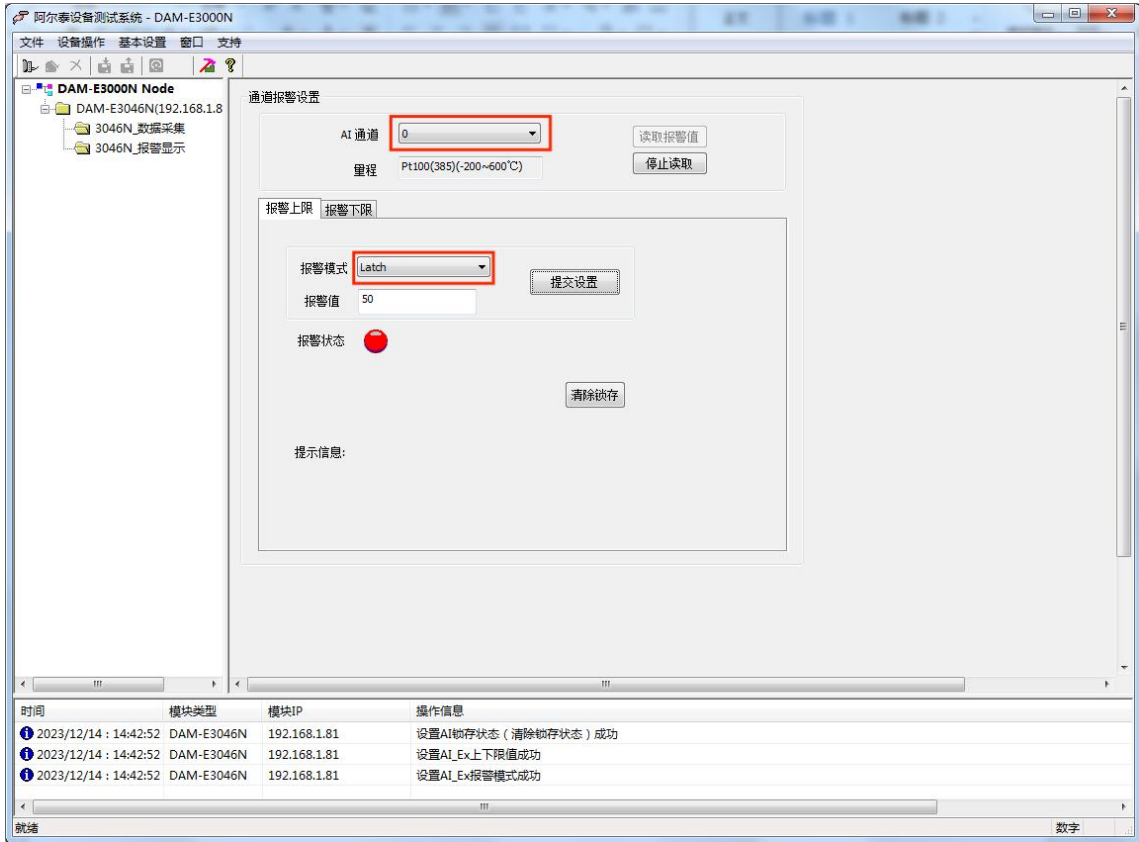

图 14
4) 设备可以通过设置上下限的报警温度值实现报警监控；进入“3046N_报警显示”界面，在AI通道选择报警监控通道，报警模式可以选择“latch”锁存报警和“Momentary”实时报警，设置报警的限值后点击“提交设置”后配置完成，效果如图 14